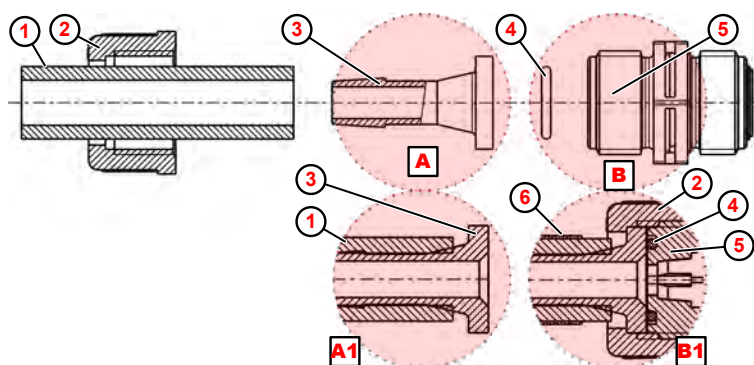

Fig. 9 : Raccord de conduit et flexible avec embout et collier de serrage
1. ➤ Couper droit le flexible ( Fig. 9 , ① ).
2. ➤ Enfiler le collier de serrage ⑥ sur le flexible ① .
3. ➤ Enfiler l'écrou-raccord ② sur le flexible ① .
4. ➤ Pousser le flexible ① jusqu'à la collerette de butée sur l'embout ③ (détail A1).
5. ➤ Placer le joint torique ④ dans la rainure de la soupape d'aspiration ou de refoulement ⑤ .
6. ➤ Serrer l'écrou-raccord ② à fond.
7. ➤ Pousser le collier de serrage ⑥ vers le bas et le serrer à fond (détail B1).